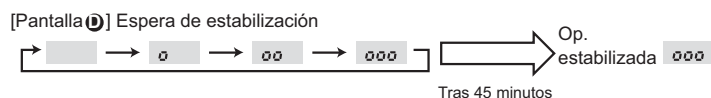

Fig. 8-3
- ③ Pulse el botón **FILTER** (↔) para confirmar el ajuste. (Fig. 8-3)